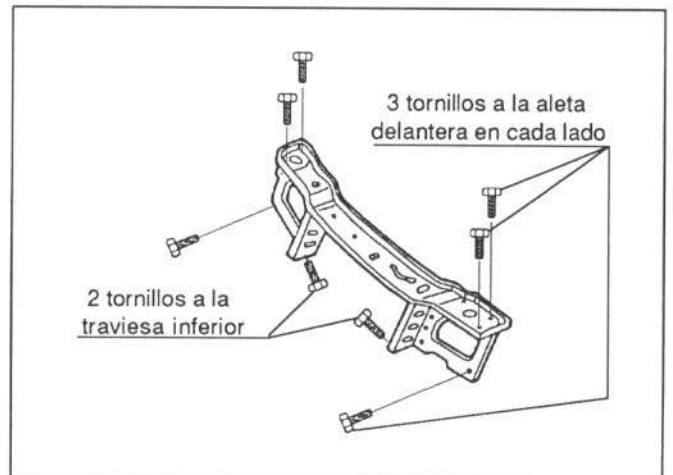

Figura 11.- Unión del frente
Su unión al resto de la carrocería se realiza por medio de tornillos, cuyo número y disposición se muestran en la figura 11.
- Frente superior (figura 11)
- Retirar frente (figura 11)